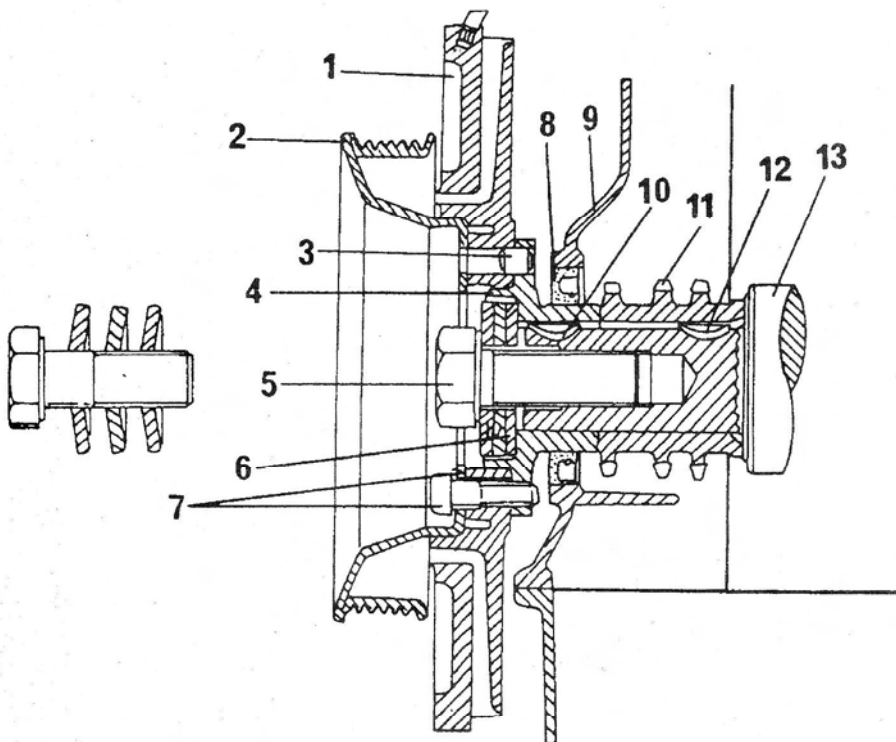

Рис. 65. Разрез передней стороны коленчатого вала.
- Надеть шпонки (см. рисунок 65) с учетом их выпуклости на центральный болт, хорошо смазать резьбу и